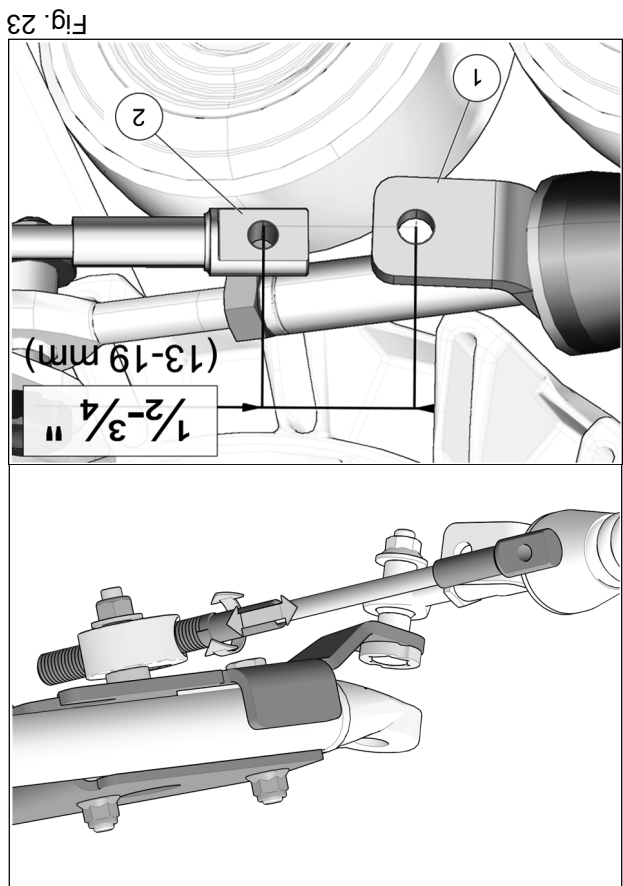

Fig. 23
12. Tourner le volant du véhicule au maximum de la course du côté gauche. En maintenant une pression au volant, ajuster le câble (en vissant ou dévissant pour ajuster la longueur) afin d'obtenir une distance de 13-19 mm [$\frac{1}{2}$ - $\frac{3}{4}$ po] du centre de l'extrémité du câble (1) au centre de l'extrémité du support de fixation (2). Voir la Fig. 23